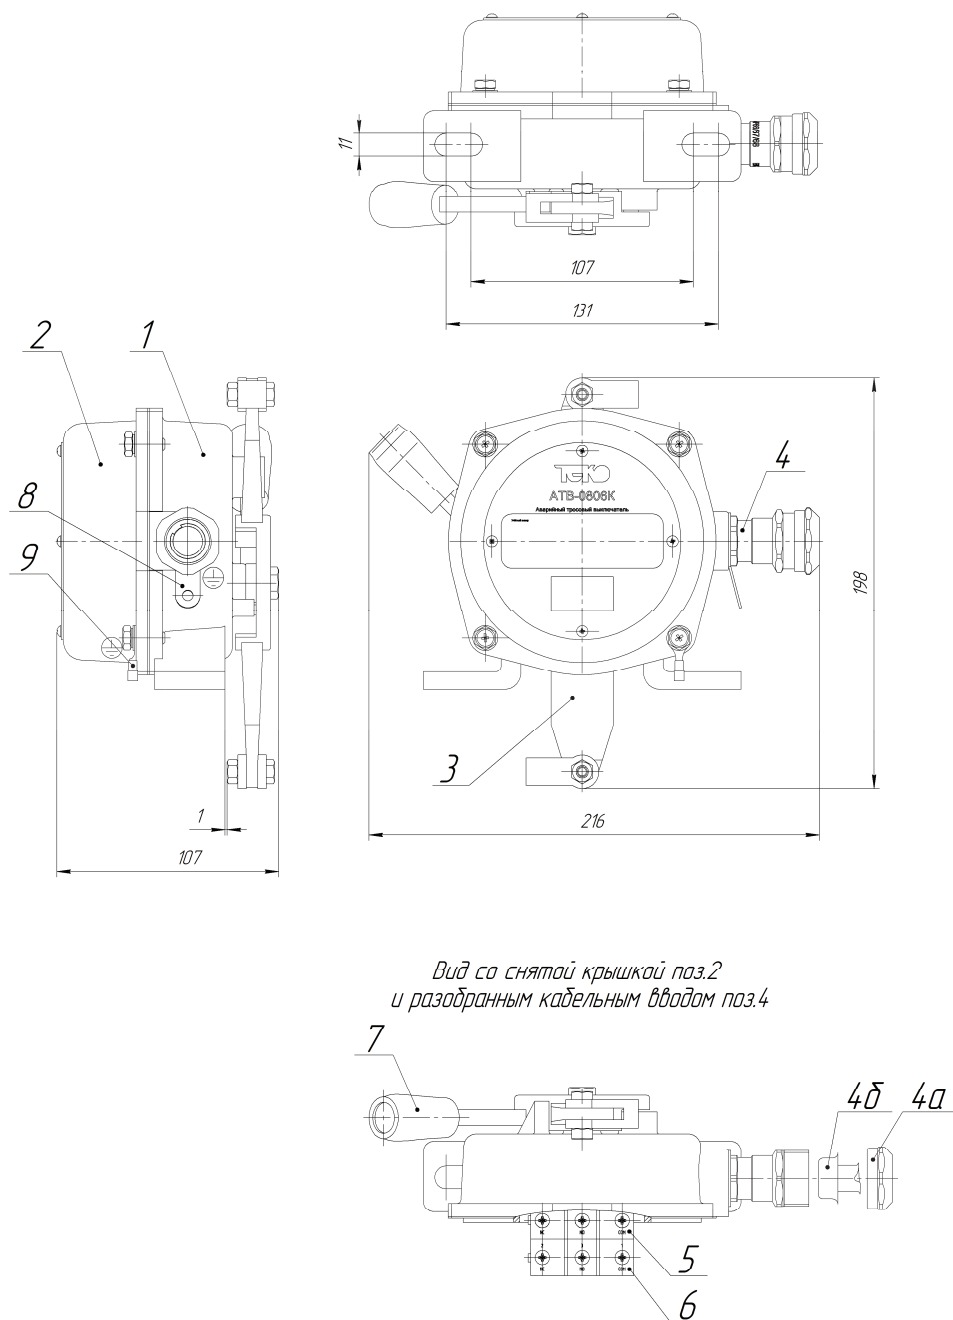

Рис.1
Выключатель АТВ-0806К (поз.1, Рис.1) оснащён коромыслом (поз.3), предназначенным для присоединения тросов. Монтаж выключателя, присоединение и натяжение тросов производятся в соответствии с инструкциями, приведёнными в разделе 7.
7.6.1. Снять крышку (поз.2) (Рис.1).
7.6.2. Отвернув накидную гайку (поз.4а) (Рис.1) гермоввода, надеть её на металлорукав.
7.6.3. Оконцеватель металлорукава (поз.4б) (Рис.1) ввернуть в металлорукав.